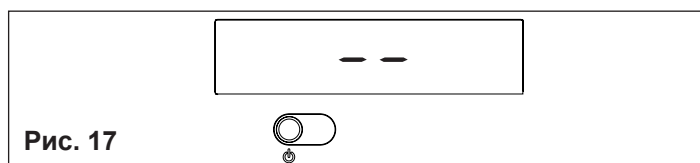

Рис. 17
- ⚠ При повторном включении котел вернется в то состояние, в котором он находился перед отключением: если котел находился в режиме «зима комфорт» в момент выключения, то при включении он снова окажется в режиме «зима комфорт». Если он находился в состоянии OFF (выкл), то в центре дисплея будут отображаться две черточки (рис. 17).
Если вы отсутствуете непродолжительное время, нажмите кнопку , чтобы отключить котел. В центральной части дисплея загорятся две черточки (рис. 17). При этом электрическое питание останется включенным и останется открытой подача топлива, а котел будет под защитой следующих систем:
Если вы будете отсутствовать длительное время, нажмите кнопку , чтобы отключить котел. В центральной части дисплея загорятся две черточки (рис. 17). Установите главный выключатель системы в положение «выключено». Закройте газовый кран, расположенный под котлом, повернув его по часовой стрелке (рис. 25).